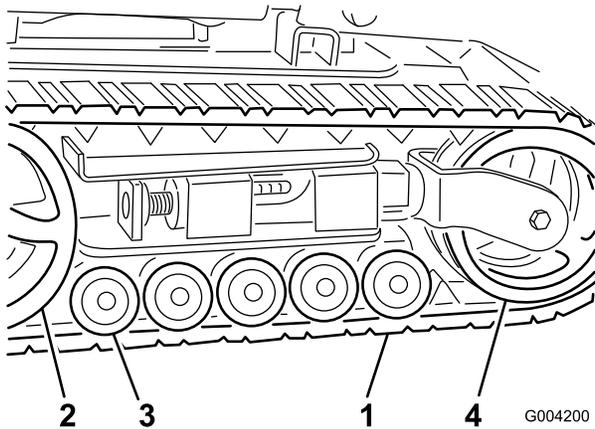

Рисунок 43
**Внимание:** Убедитесь, что опорные катки, натяжной каток, и ведущее колесо полностью очищены (Рисунок 43). Очищенные опорные катки должны свободно вращаться.